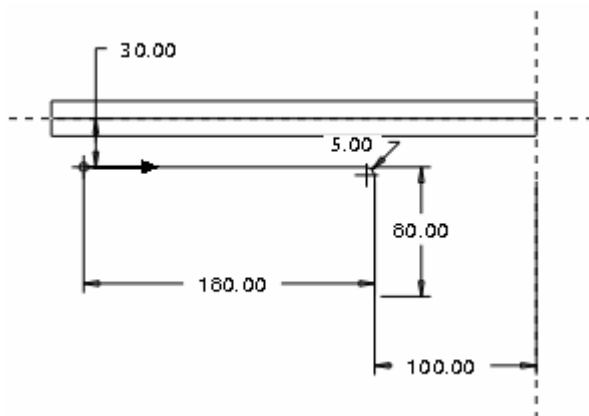

图 30-4
- (3) 系统提示“选取要折弯的一个面组或实体”。
- (4) 选择六角棒的一个侧面，系统提示选择草绘平面。
- (5) 选择 RIGHT 基准面为草绘平面，接受系统默认的视图参照，绘制如图 30-4 所示的弯曲曲线。